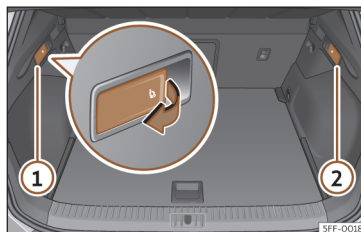

Fig. 109 Na bagageira: alavancas para o desbloqueio do encosto traseiro.
- Puxe a alavanca de desbloqueio à distância da parte esquerda»» **Fig. 109** ① ou direita ② do encosto no sentido da seta. A parte desbloqueada do encosto traseiro rebate-se automaticamente para a frente.